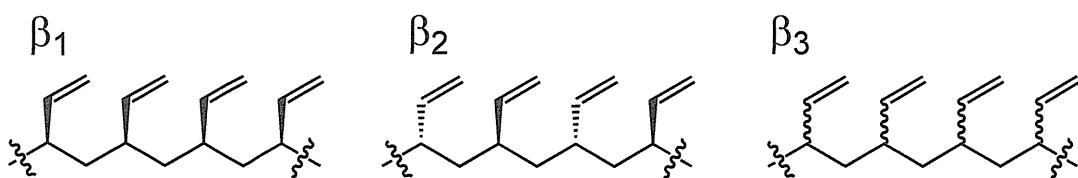

図 4 立体規則性の異なる 3 種の 1,2-polybutadiene
一方、図 2 の β 構造のみからなる polybutadiene については、その連鎖における立体規則性から、図 4 に示した 3 つの異なるミクロ構造が存在する。
- (ii) 図 4 の β_1 , β_2 , β_3 といった立体規則性は、ラセモダイアド(ラセモ二連子)の分率 f_r のみで表すことができる。 f_r の非破壊的かつ定量的な評価に適した測定法を一つ記せ。